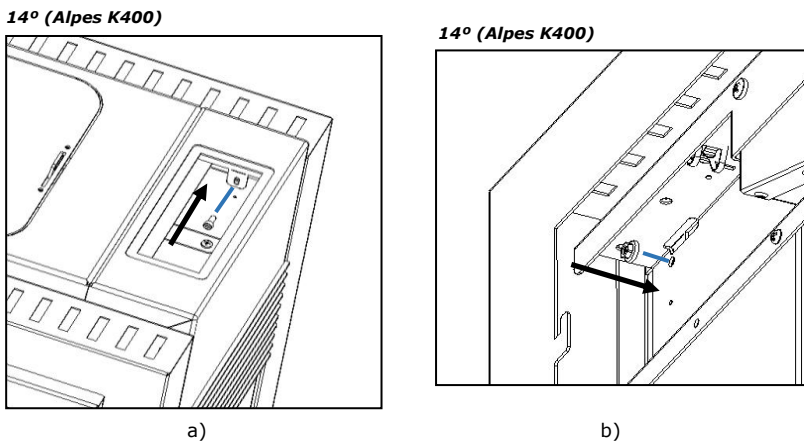

Figura 65 A e B - Fixação das laterais estruturais
q) Depois de encaixar as laterais, aperte estas à estrutura do equipamento. No caso da Alpes K400 utilizando dois parafusos **A** (DIN 912 M5x12) e duas porcas **B** (DIN 6923 M5), nos furos preparados para o efeito ver Figura 65-a e b.